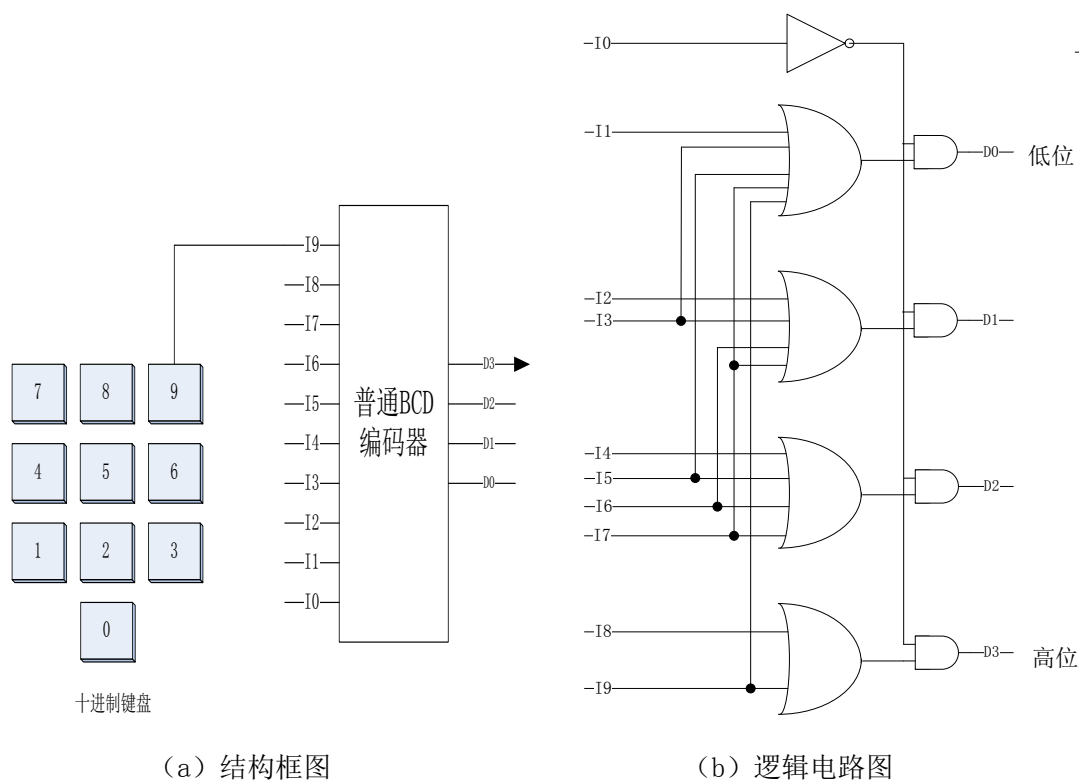

图 2-2：普通 BCD 编码器
图 2-2 所示为一个普通 BCD 编码器的结构框图和逻辑电路图。普通 BCD 编码器有十个输入信号  $I_0 \sim I_9$ ，每个输入信号连接一个代表十进制数（0 到 9）的信号，任意一个时刻只能有一个输入信号是高电平。其中输入信号  $I_0$  为高电平时，表示输入 0； $I_9$  为高电平时，表示输入 9。有四个输出信号  $D_0 \sim D_3$ ，它们组成一个 BCD 码用于表示编码后的十进制数，其中  $D_3$  为高位， $D_0$  为低位。
1. 参考图 2-2，在原理图文件 top.dlsche 中设计一个普通 BCD 编码器。